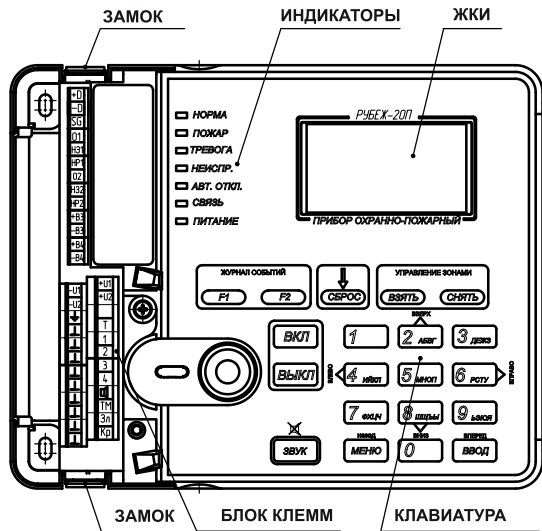

Рисунок 1 – Внешний вид прибора
1.4.4 В приборе имеется два переключающихся реле (Выход 1,2) и два выхода с контролем целостности цепей (Выход 3,4) (см. рисунок 1). Настройка логики включения производится с помощью ПО «FireSec Администратор».